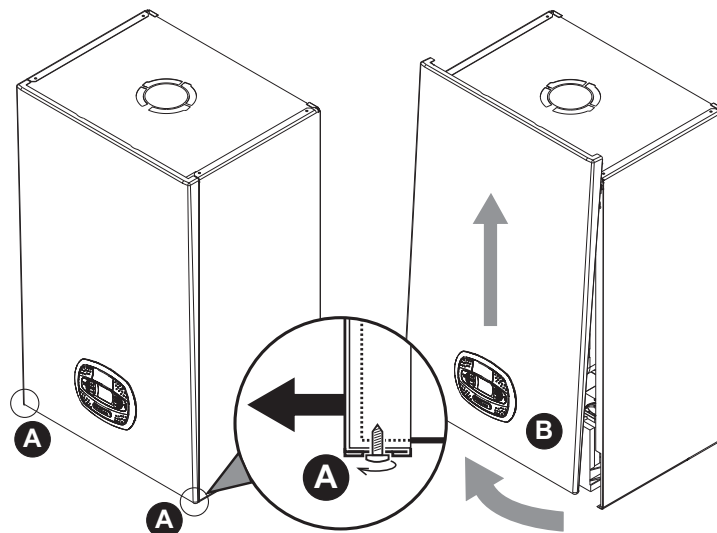

fig. 33- Deschiderea panoului frontal
1. Deșurubați parțial șuruburile **A** (vezi fig. 33).